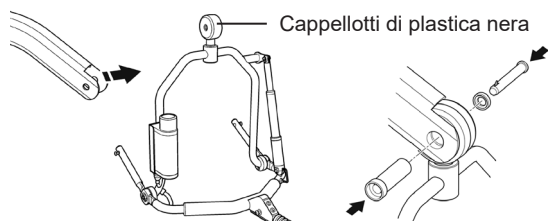

Fig. 6
Per il collegamento: avvicinare il sistema di aggancio elettrico adattivo a 4 punti alla fessura del braccio. Fare passare il manicotto del perno attraverso il braccio del sollevatore, il cappuccio terminale di plastica nera* e il perno sfuso dell'aggancio. Dopo avere montato il manicotto in modo da sostenere il peso dell'aggancio, reinserire completamente il perno a sgancio rapido nel manicotto fino a bloccarlo in posizione (si veda la fig. 6).
- Prima di usare il sistema di aggancio elettrico adattivo a 4 punti, controllare che il perno a sgancio rapido sia **COMPLETAMENTE INSERITO** come mostrato nelle figure 6 e 7 a pagina 5.